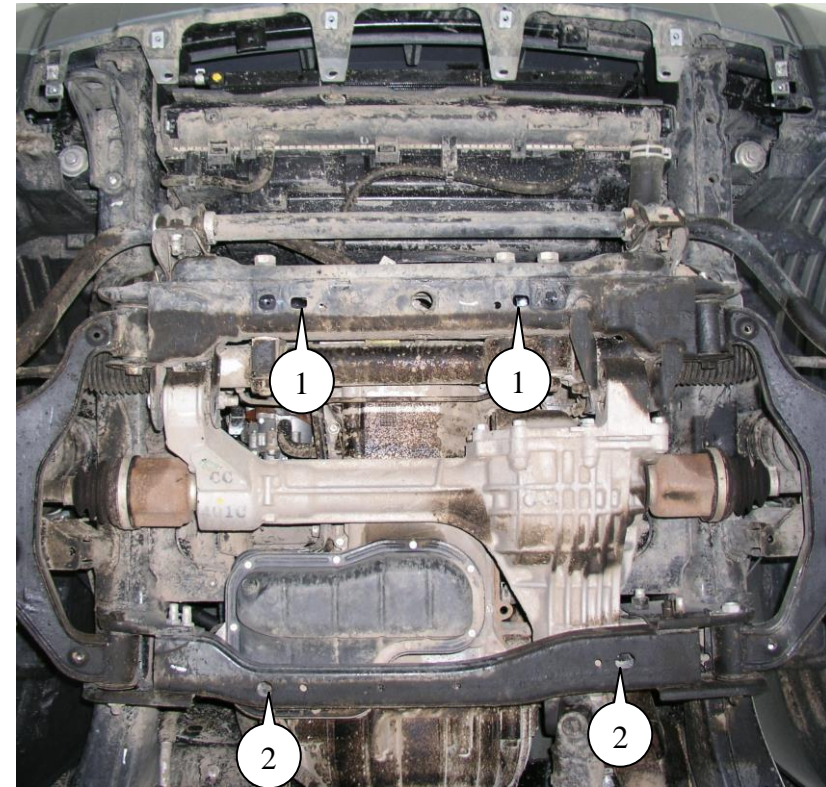

рис.1
3. Завести крепеж 13 через центральное отверстие в боковые отверстия передней балки крепления сайлентблоков передних рычагов (рядом с штатными гайками М6), поз.1, рис.1.
4. Завести планки 11 над боковыми отверстиями задней балки крепления передних рычагов и наживить болты 5, поз.2, рис.1.